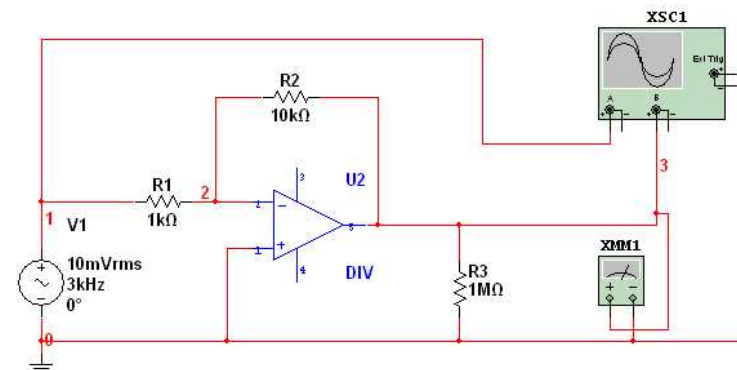

Рис. 38. Схема для исследования инвертирующего усилителя на ОУ.
1. Собрать схему инвертирующего усилителя на ОУ, изображенную на рис.38.